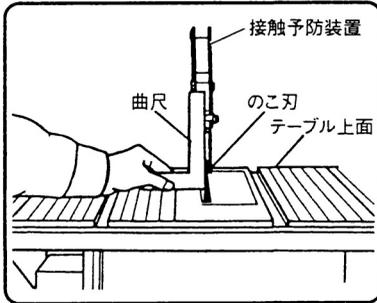

図 13-b
- ① 傾斜固定レバーを左にまわしてゆるめます。
- ② 直角ストップ用6mmシーロックナベネジ(A)を手持ちのプラスドライバーで右または左にまわし、突当て位置を変えてテーブル上面とのこ刃の直角を調整します。(図13-c 参照)